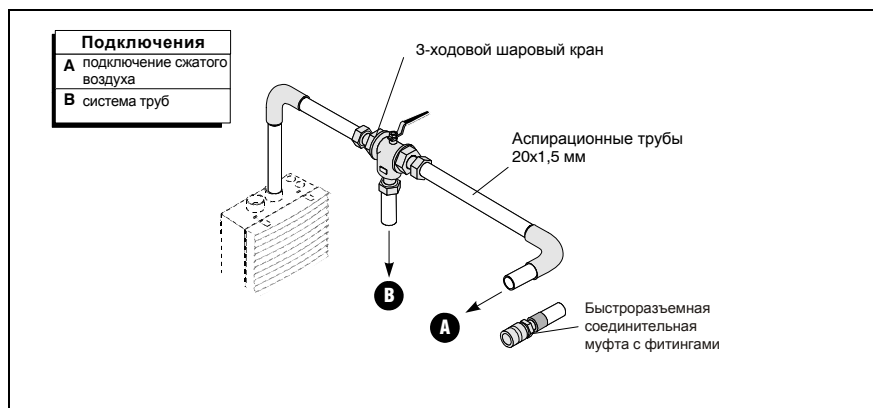

Рис. 2.10: Компоненты для продувки в ручном режиме
**Продувка системы** В зонах, где могут быть частицы пыли или возможно образование наледи необходима продувка трубной системы и воздухозаборных отверстий. Рис. 2.10 и 2.11 показывает компоненты ручного и автоматического устройства продувки. В зависимости от частоты засорений процесс продувки может проводиться в ручном или автоматическом режиме.